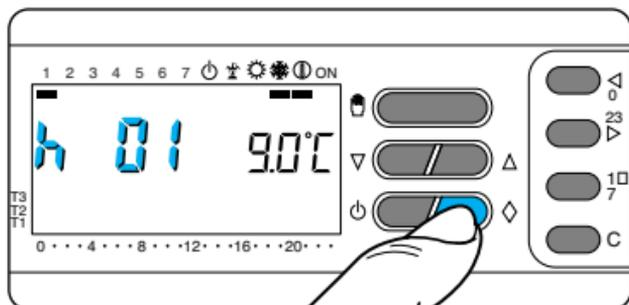

Fig. 55
10.3 - Premere una sola volta il pulsante \blacklozenge (fig. 55).